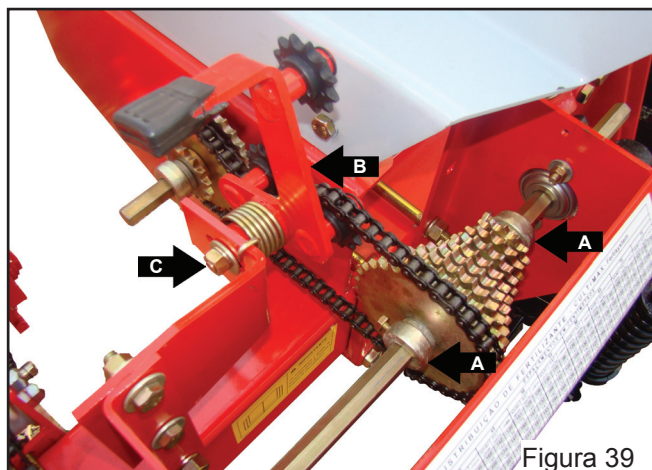

Figura 39
Para a regulagem e alinhamento da corrente de acionamento da adubadora é necessário que observe o seguinte (Figura 39):
- Coloque o esticador "B" na posição correta conforme figura 39;
- A chapa de apoio do esticador "C" (Figura 39), permite regulagens laterais e transversais através dos furos oblongos.